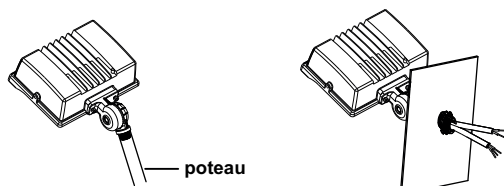

Fig. 3
- 4.) Insérez le raccord fileté de 12,5 mm (1/2") dans la surface de montage (poteau, boîtier de jonction, etc.). Assurez-vous qu'il est fixé en le serrant sur la surface de montage ou en utilisant l'écrou fourni (**Fig. 3**).